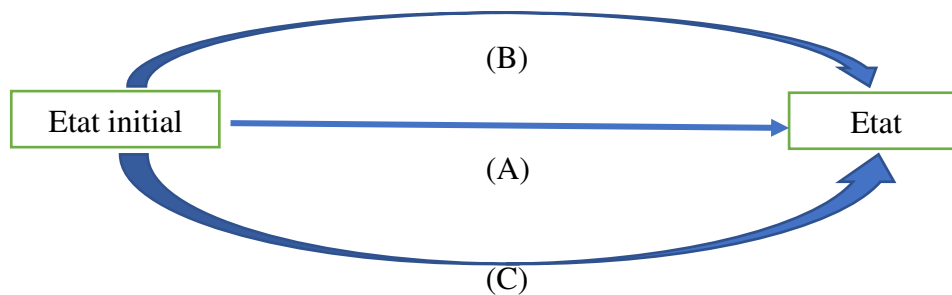

Figure 1. Chemin type parcouru lors d'une transformation.
- La variation ΔU de cette fonction pour passer d'un état A à l'état B ne dépend que de l'état initial et de l'état final du système et pas du chemin parcouru (figure 1).